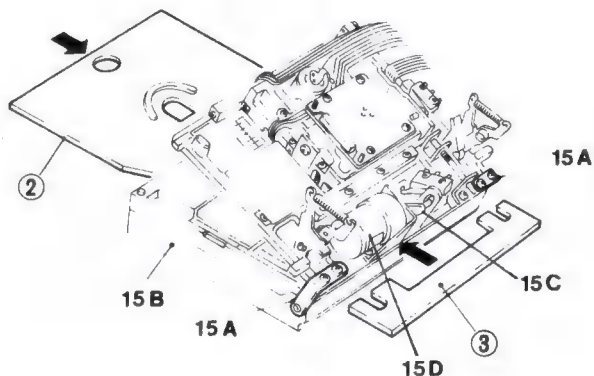
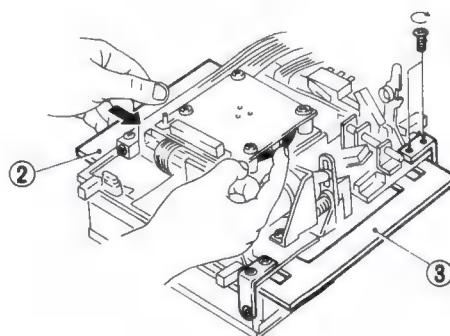

Fig. 15
Fig. 16
Kurbelarm 15C auf die Achse des Gear-Motors 15D setzen. Lehre ② in Plattenschacht schieben, Plattenschacht auf die Grundeinheit aufsetzen und Kurbelarm in die Führungsnut einfügen. Einstelllehre ③ zwischen Plattenschacht 15B und Grundeinheit legen (Fig. 15) und die Winkel 15A seitlich ansetzen. Disc-Motor von Hand drehen und Lehre ② in Pfeilrichtung gegen den Plattenaufnehmer drücken (Fig. 16) bis der Disc-Motor blockiert wird. In diesem Zustand die Schrauben der Winkel 15A anziehen (Fig. 16).
(Figs. 15 and 16)
Set the crank 15C on the motor arm 15D. Insert the template ② in the flap. Set the optic scanner assembly in and engage the crank in the lever opening the flap. Place the template ③ between the flap and the optic scanner assembly (Fig. 15), rescrew the frame 15A without tightening; while pressing on the template ② turn the turntable motor by hand in the direction of the arrow (Fig. 16) until the turntable motor is locked. Tighten the frame screws 15A.
(Fig. 15 et Fig. 16)
Introduire le gabarit ② dans le volet. Poser l'ensemble de lecture optique, engager la manivelle dans le levier d'ouverture du volet. Placer le gabarit ③ entre le volet et l'ensemble de lecture optique (Fig. 15), revisser sans serrer les équerres 15A, tourner le moteur tourne-disque à la main tout en appuyant sur le gabarit ② dans le sens de la flèche (Fig. 16), jusqu'au blocage du moteur TD. Serrer les vis des équerres 15A.